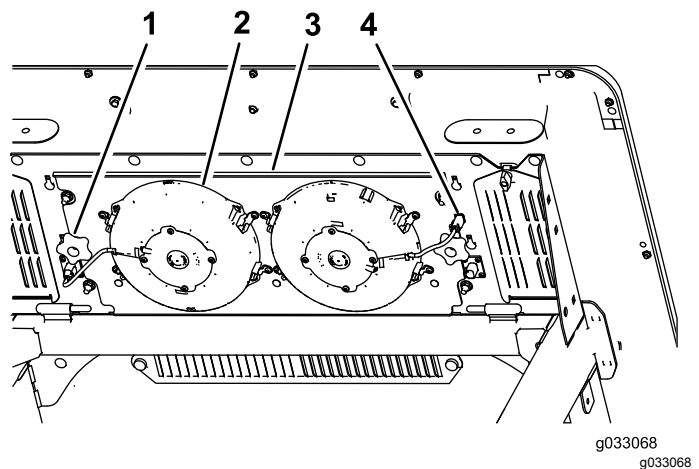

Figure 94
3. Débranchez le connecteur et le câble d'alimentation des ventilateurs de la prise (Figure 94).
4. Retirez les 2 boutons qui fixent le panneau de ventilateurs et les ventilateurs sous le haut de la cabine (Figure 94) et déposez l'ensemble.